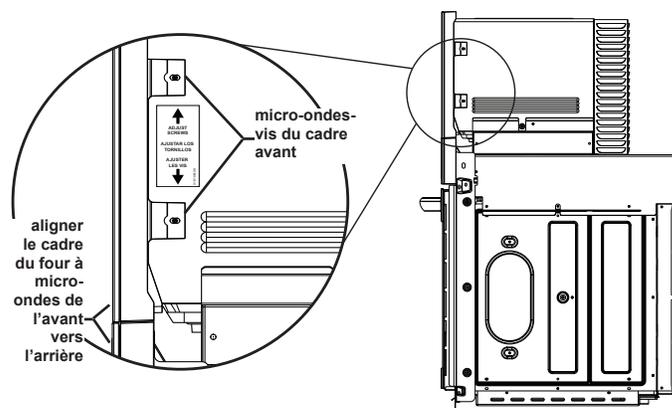

Figure 7
7. Ajustez les vis du cadre avant du four à micro-ondes. Utilisez un tournevis manuel pour ajuster les vis sur le cadre avant du four à micro-ondes pour un ajustement parfait (voir la figure 7).
A. Placez le déviateur d'air (A) en place, comme indiqué sur la figure 7. Alignez les emplacements des vis et fixez les deux extrémités.